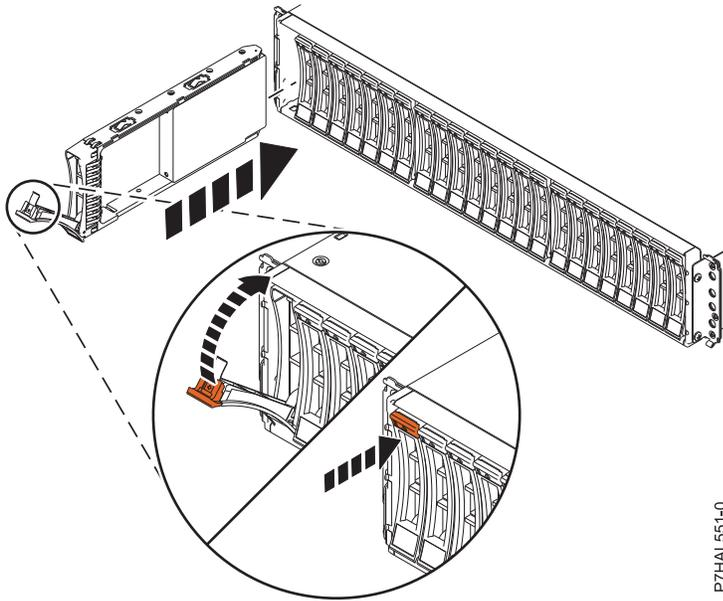

Abbildung 25. Plattenlaufwerk im 5887 Plattenlaufwerkgehäuse installieren oder austauschen
2. Der Griff muss in der entriegelten Position stehen (siehe Abb. 25 auf Seite 27,), während Sie das Laufwerk unten mit Ihrer Hand abstützen und an den Führungsschienen im Gehäuse ausrichten.
4. Verriegeln Sie das Laufwerk, indem Sie den Griff (A) in die gezeigte Richtung drehen. Siehe Abb. 25.